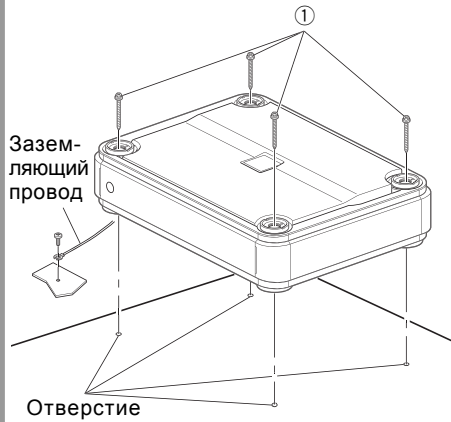

Рис. 2
- Винт-саморез (M4x40, см. ①, рис. 2)